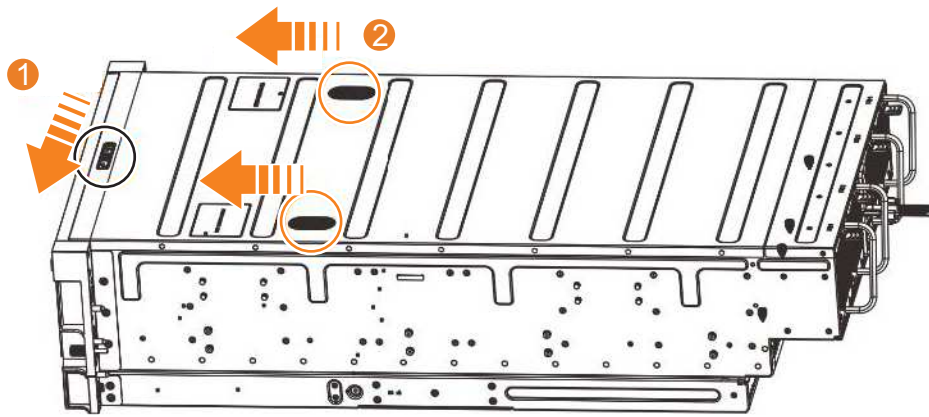

Abbildung 49. 2145-92F-Abdeckung entriegeln
2. Schieben Sie den Entriegelungshebel ( **1** ) in die in Abb. 49 gezeigte Richtung.
3. Schieben Sie die Abdeckung zur Vorderseite des Erweiterungsgehäuses ( **2** ) (siehe Abb. 49).